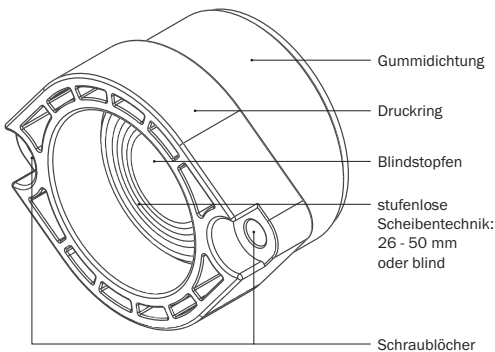

Abbildung 14.2: KRASO® BKP - Wand - Dichteinsatz - Strom - Scheibentechnik
- Entfernen Sie den Blindstopfen des **KRASO® BKP - Wand - Dichteinsatz - Strom** - und passen Sie die Gummidichtung anhand der vorgegebenen, stufenlosen Scheibentechnik (26 - 50 mm oder blind) entsprechend dem Rohrleitungsdurchmesser an (s. Abbildung 14.2).